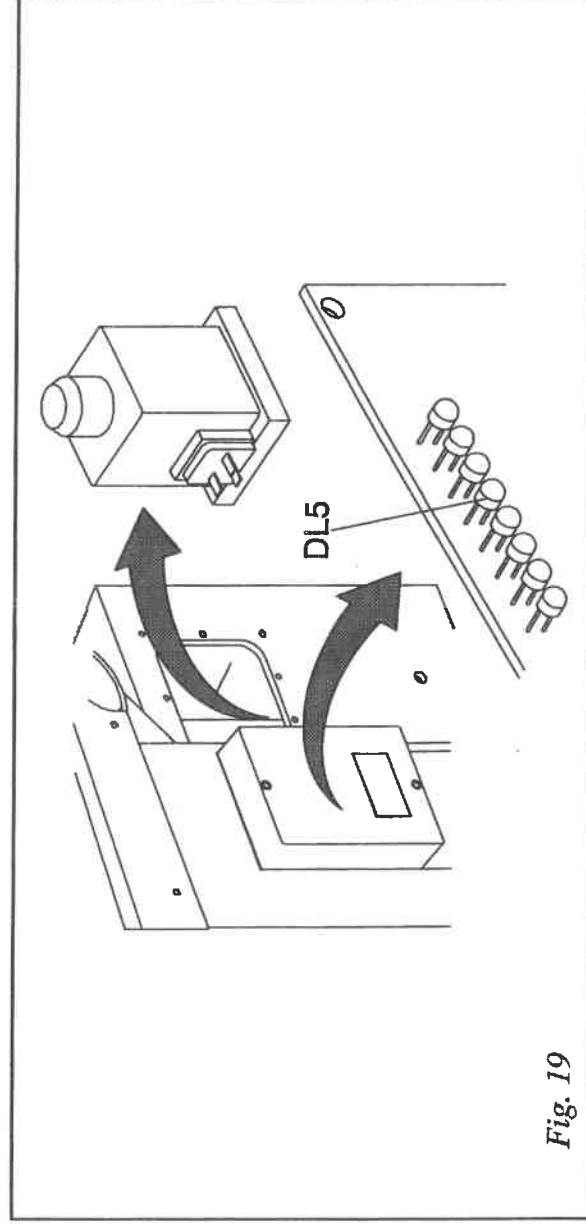

Fig. 19
- b) Si les leds DL7 et DL8 s'allument régulièrement, vérifier l'allumage du led DL 5 sur le circuit imprimé (code 02E02882, tav. 5). Si le led DL5 s'allume régulièrement, vérifier le câblage de l'électroaimant au circuit imprimé aussi que l'électroaimant (code 02003145, tav. 4) (Fig. 19). Vérifier que le voltage approprié de 26/28V. arrive au électroaimant.